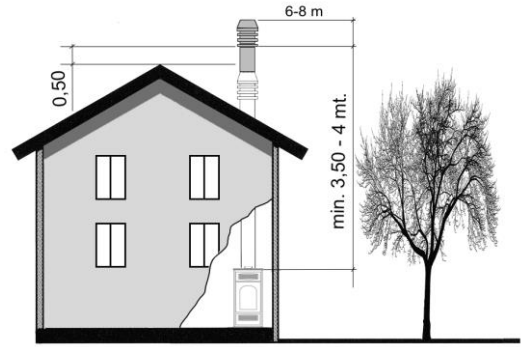
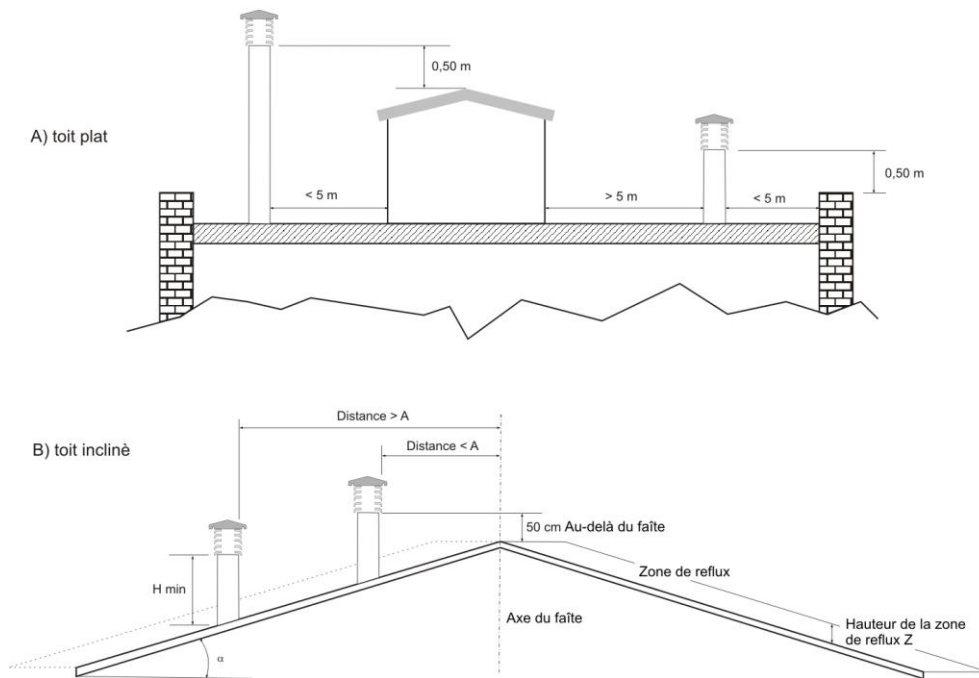

Fig.4
Fig. 5
- le terminal de cheminée doit être placé de façon à garantir une dispersion et une dilution appropriées des produits de la combustion et dans tous les cas hors de la zone de reflux. Cette zone a des dimensions et des formes différentes en fonction de l'angle d'inclinaison de la couverture, c'est pourquoi il s'avère nécessaire d'adopter les hauteurs minimum reportées sur les figures 4 et 5 ;
- le terminal de cheminée devra être de type anti-vent et dépasser la hauteur du sommet fig.4 et fig.5.
- des fabrications éventuelles ou d'autres obstacles dépassant la hauteur du terminal de cheminée ne devront pas être placés derrière le terminal de cheminée même (fig.4).